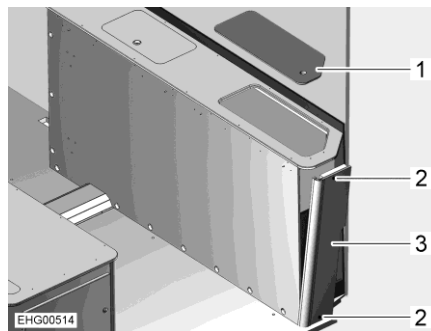

Bild 117 Bettkasten rechts
- Service-Deckel (Bild 117,1) abnehmen.
- 2 Schrauben (Bild 117,2) herausdrehen.
- Von oben in den Bettkasten greifen und Seitenwand (Bild 117,3) leicht nach außen drücken.